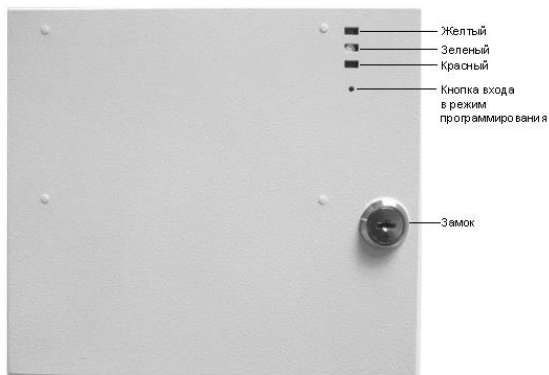

Рисунок 1. Лицевая сторона БУ.
Для входа в режим программирования необходимо нажать тонким предметом (например, скрепкой) кнопку (см. рисунок 1). При входе в режим программирования загорается красный светодиод. Автоматический выход из режима программирования происходит автоматически через 30 секунд после программирования последнего радиобрелока или сразу после программирования максимального количества ключей. Если в режиме программирования не было запрограммировано ни одного брелока, то информация о ранее запрограммированных брелоках сохраняется.
1. Нажать кнопку на лицевой панели БУ (рис.1), загорится красный светодиод.
1. В соответствии со схемой подключения (рисунок 1) подключить к БУ один или два ЭМЗ.
9. В соответствии со схемой подключения (рисунок 1) подключить к БУ один или два ЭМЗ.